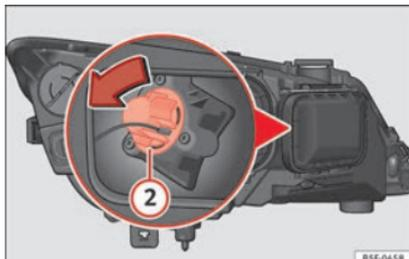

Fig. 106 Lampadina dell'indicatore di direzione.
- Ruotare il portalampada » **fig. 106** ② verso sinistra e tirare.